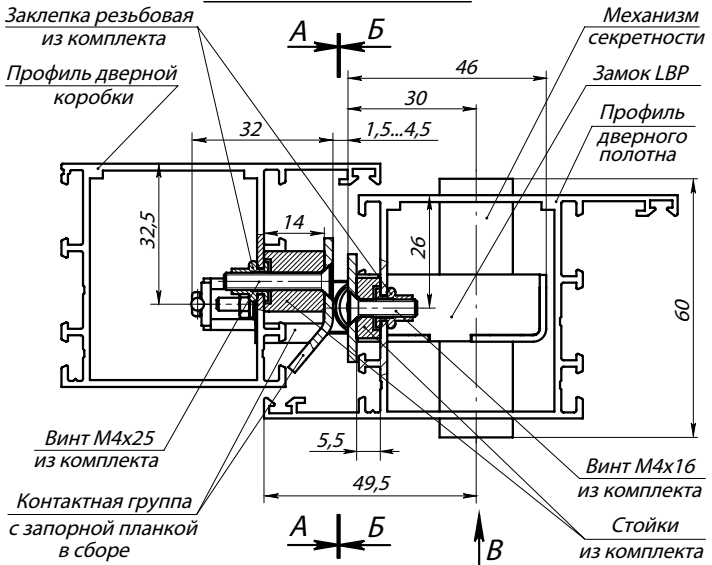

Рис. 3. Замок с контактной группой PERCo- BP2 в сборе (виды А, Б и В изображены на установочных шаблонах)
- профили дверного полотна AGS68_6863, AGS50_5213 и профили дверной коробки: AGS68_6864, AGS50_5215 (ООО «Агрисовгаз»), или аналогичные им по своему сечению (см. рис. 3).
4. Для замка с запорной планкой **PERCo-BP2**. Установите замок (1) в заранее подготовленный паз в профиле дверного полотна. Подложите под точки крепления замка стойки из комплекта поставки, после чего закрепите замком винтами M4x16 (5) (см. рис. 3).